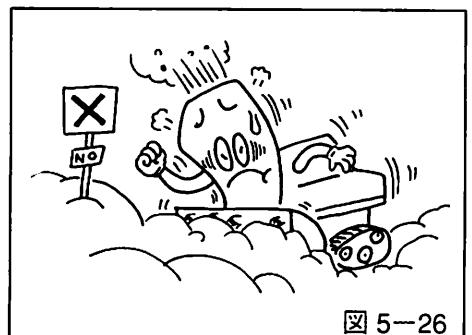

図 5-26
- 機械に一時的に負荷が大きくかかりますから、変速レバーを「」の位置にすることによって負荷を取り除いてから作業を続けてください。(図5-26参照)